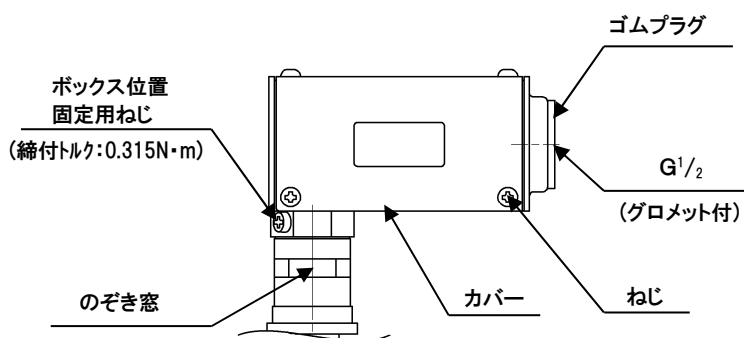
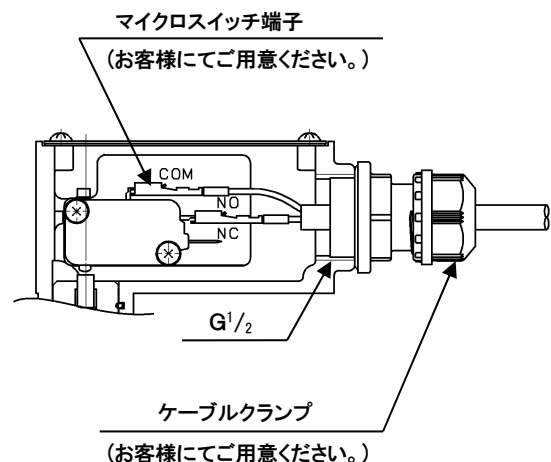

図 4-1 差圧表示スイッチ
図 4-2 差圧表示スイッチの配線方法
(図 4-1、図 4-2 参照)
- ①カバーを締付けているねじ(4箇所)を緩めて取外してください。
- ②ボックス位置固定用ねじを緩めてください。
- ③カバーを取外してください。
- ④ゴムプラグを取外してください。
- ⑤「図 4-2」の様にケーブルクランプ等を用いてコードを固定し、マイクロスイッチの端子にコードをはんだづけして配線してください。
- ⑥配線終了後、カバーをネジで締付けて固定してください。
- ⑦接続するコードは、エレメント交換作業に支障のない長さにしてください。
- ⑧スイッチボックスを上から押しながら任意の方向にセットしてから、ボックス位置固定用ねじを締付けて固定してください。
- ⑨差圧表示スイッチは、運転を停止して差圧がなくなると出力信号がリセットされます。保持機構が必要な場合は、電気回路上で考慮してください。